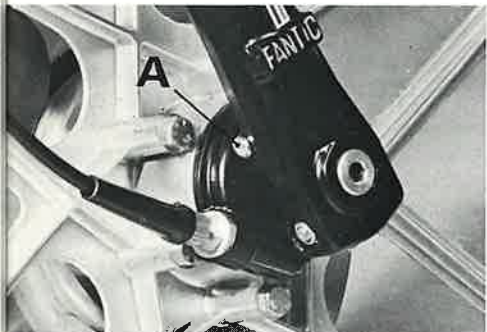

Fig. 21 - Viti scarico olio
- Svitare le viti di scarico sui foderi (A Fig. 21) e fare defluire l'olio.